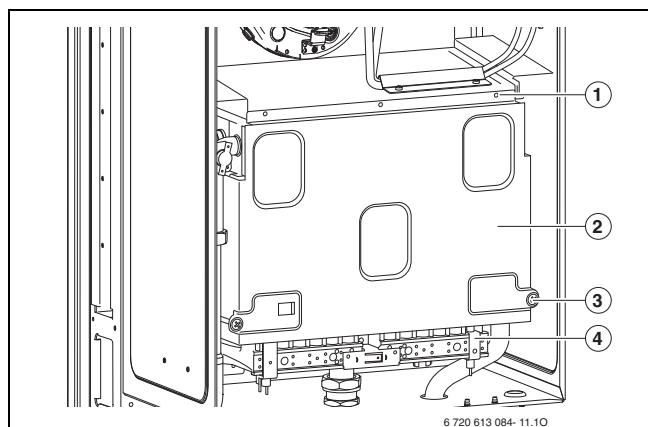

Рис. 56 Открывание горелки
- Снять переднюю панель камеры горелки и горелки (→ рис. 56).